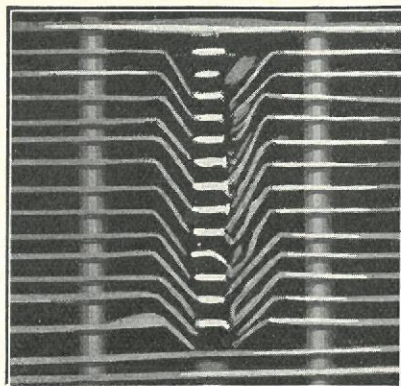
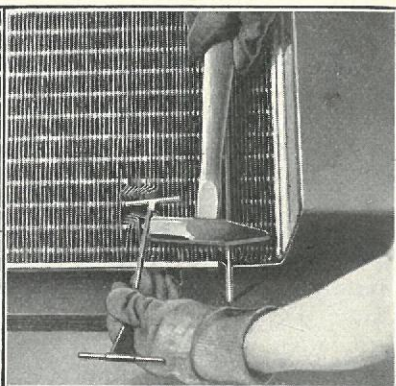

Fig. 421
Fig. 422
- 851** Naar et Rør er utæt i Nærheden af en af Toppladerne, klippes Lamellerne over med en 8" Saks (se Værktøj Nr. 32 paa Fig. 403) paa begge Sider af Røret og bøj Lamellerne tilbage som vist i Fig. 421. Skær Røret over et lille Stykke over Utætheden med en Sav lavet af et Stykke af en Nedstrygerklinge (se Værktøj Nr. 10 paa Fig. 403). Fat om Røret med en Tang, varm Toppladen og Lamellerne tilstrækkeligt til, at Loddetinet flyder let, og træk Røret ud. Varm derefter Enden af Røret og rens det med Loddevand, indtil Rørenden baade indvendig og udvendig er fuldstændig fri for Snavs. Paa samme Maade renses rundt om Hullerne i Toppladen. Undersøg Røret og Hullet for at se, at der ikke er noget overflødigst Tin til at sidde i Vejen ved Indsætningen af det nye Rør. Hvis dette er Tilfældet, varmes det og børstes af eller files ud med en $\frac{1}{4}$ " Rundfil (se Værktøj Nr. 13 paa Fig. 403). Derefter klippes et Stykke Rør af omkring $\frac{3}{16}$ " længere end Aabningen, som skal fyldes. Fil Enderne af Røret, koniske, saaledes at de kan gaa ind i Toppladen og Enden af Røret i Kølerblokken. Tag Rørdornen (se Værktøj Nr. 16 paa Fig. 403) og driv den ind i Enden af Røret og ind i Hullet paa Toppladen for at give Plads for det nye Rør. Dyp Rørholderen i Loddevand og lod den fast som Haandtag paa Rørstykket (Fig. 422). Pres Røret ind i Toppladen. Hvis det er nødvendigt, saa bank paa Rørholderen (aldrig paa Rørstykket). Indsæt den fri Ende i Røret, pres det godt ind ved en let Hamren paa Holderen. Rens Sømmen med Loddevand og lod den, medens den varmes med en Loddelampe og Tintraad. Køleren anbringes i liggende Stilling ved alle Lodninger, ellers vil Tinet løbe til Enden af Røret, hvor det vil sætte sig og stoppe for Cirkulationen.
855 Hvis der er et eller to Rør knækkede nær Midten af Kølerblokken, repareres de ved at klippe de utætte Rør over og udtage det defekte Stykke, og efter omhyggelig Rensning indsætte et nyt Stykke (Fig. 422) ved at føre det ind i den ene Del af Røret og derefter i den anden, omtrent paa samme Maade som beskrevet i Par. 851.